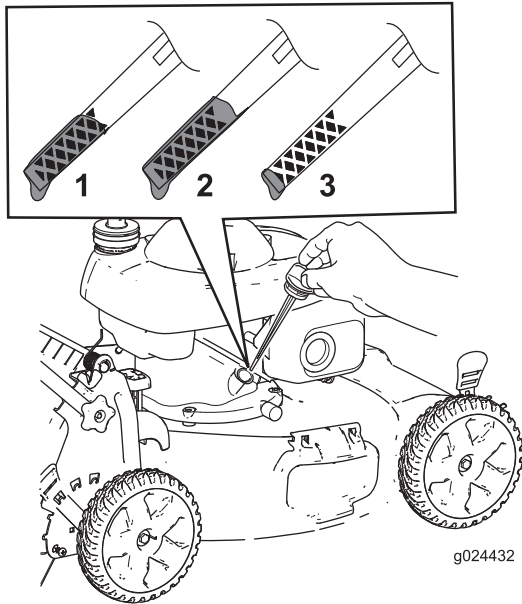

Figure 8
2. Tournez le bouchon dans le sens antihoraire et sortez la jauge (Figure 8).
5. Observez le niveau d'huile indiqué par la jauge (Figure 8).